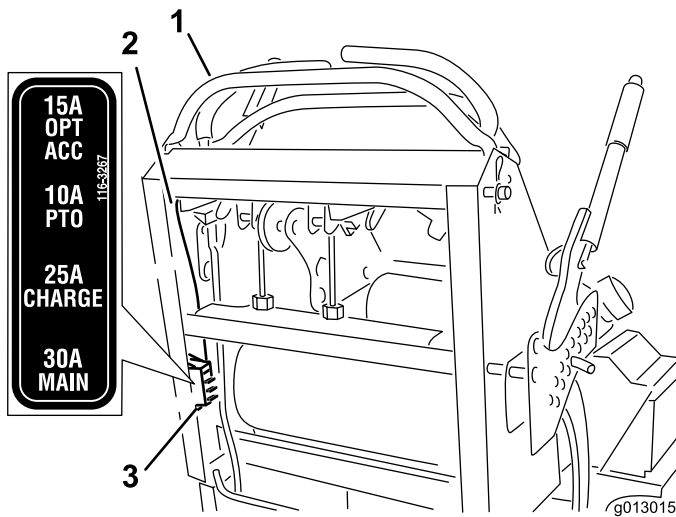

Figura 52
2. Tire hacia fuera del fusible para retirarlo y cambiarlo (Figura 52).